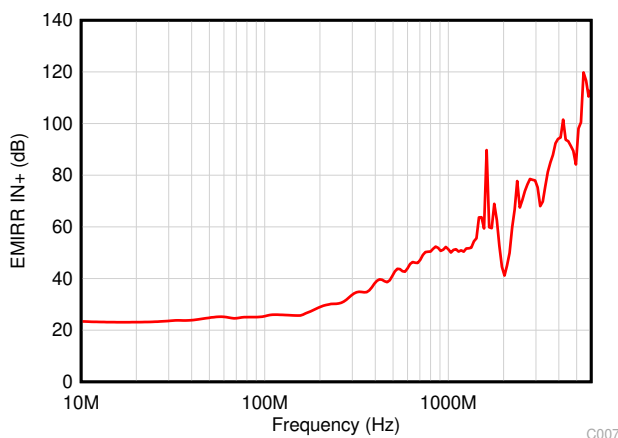

图 7-2. EMIRR 测试
OPA396 通过集成电磁干扰 (EMI) 滤波来降低无线通信、混合使用模拟信号链和数字元件的高密度电路板等干扰源产生的 EMI 干扰影响。通过电路设计技术可改进 EMI 抗扰度；OPA396 受益于这些设计改进措施。德州仪器 (TI) 已经开发出在 10MHz 至 6GHz 扩展宽频谱范围内准确测量和量化运算放大器抗扰度的功能。图 7-2 显示了对 OPA396 执行此测试的结果。表 7-1 列出了 OPA396 在实际应用中常见特定频率下的 EMIRR IN+ 值。表 7-1 中列出的应用可在下图所示的特定频率或其近似频率下运行。有关详细信息也可参阅 运算放大器的 EMI 抑制比应用报告，可从 www.ti.com 下载此报告。
OPA396 的 EMIRR +IN 与频率间的关系图如图 7-2 所示。OPA396 单位增益带宽为 1MHz。低于该频率的 EMIRR 性能表示存在位于运算放大器带宽内的干扰信号。